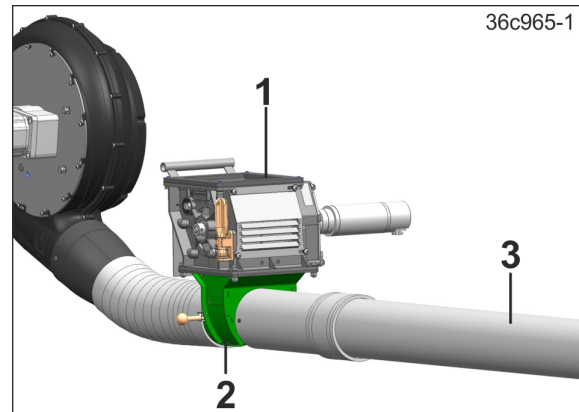

Fig. 58
- 1 Dosierer (Fig. 58/1)
- 1 Injektor (Fig. 58/2)
- 1 Einzelförderstrecke (Fig. 58/3)